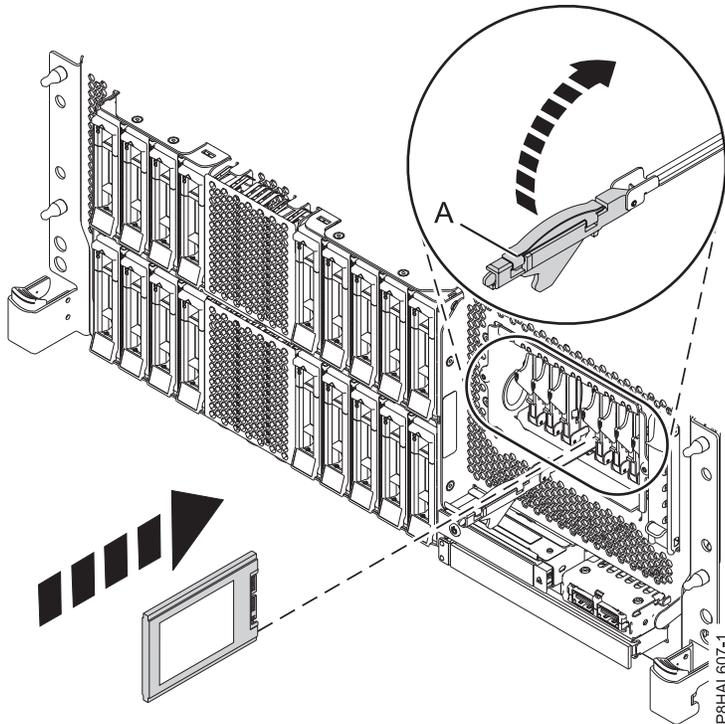
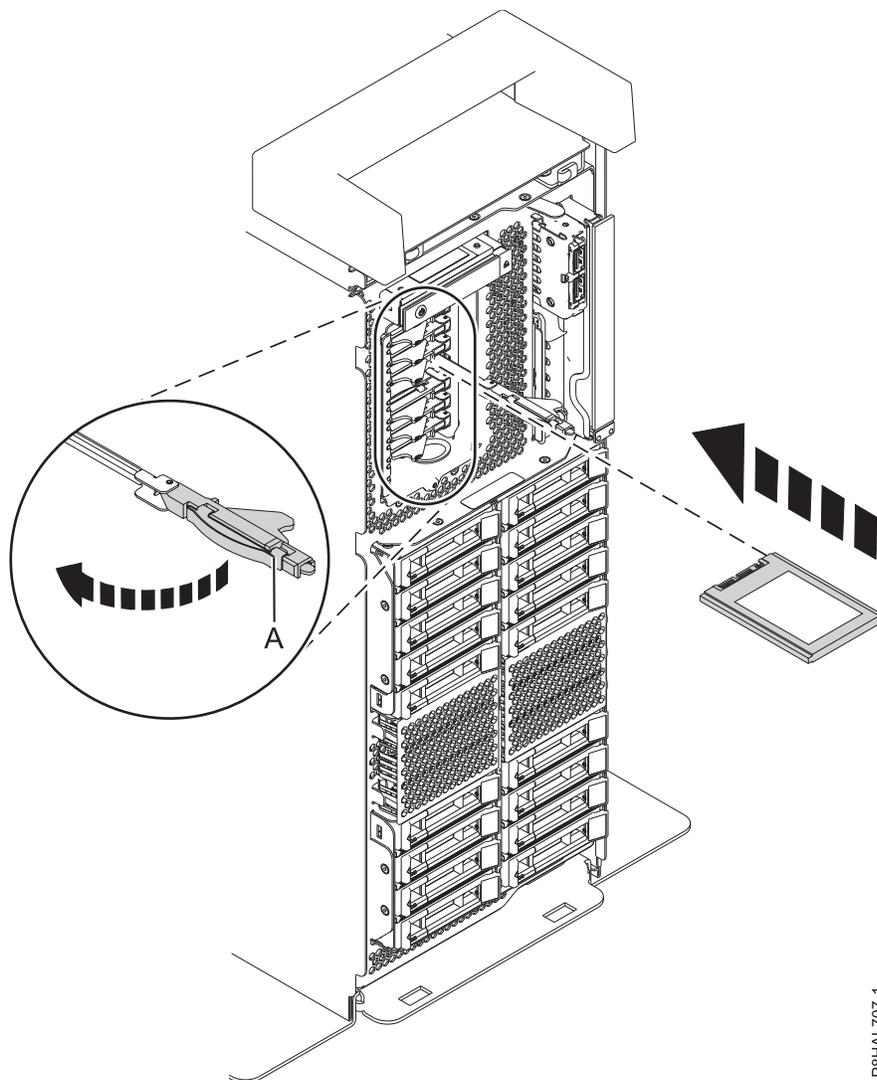

Abbildung 130. Solid-State-Laufwerk in einem Einschubsystem mit erweiterten Funktionen austauschen
Abbildung 131. Solid-State-Laufwerk in einem Standalone-System mit erweiterten Funktionen austauschen
14. Der Griff des Solid-State-Laufwerks (**A**) muss in der entriegelten Position sein, während Sie ihn nach außen ziehen, um auf die Führungsschienen im Steckplatz des Solid-State-Laufwerks zugreifen zu können. Stützen Sie das Solid-State-Laufwerk unten mit Ihrer Hand, wenn Sie es an den Führungsschienen im Steckplatz des Solid-State-Laufwerks ausrichten. Siehe Abb. 130 auf Seite 144 und Abb. 131 auf Seite 145.
18. Verriegeln Sie das Laufwerk, indem Sie den Griff (**A**) in die gezeigte Richtung drehen. Siehe Abb. 130 auf Seite 144 und Abb. 131 auf Seite 145.